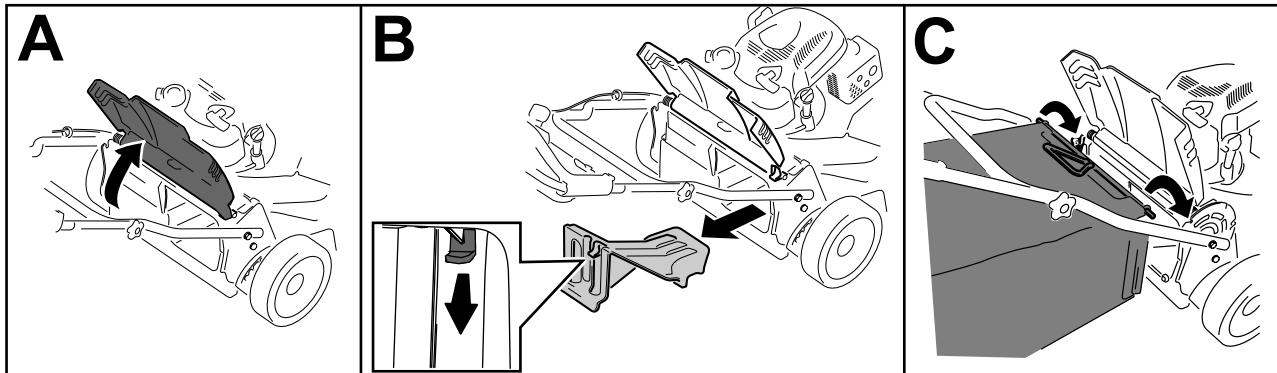

Figura 24
1. Sollevate il deflettore posteriore e tenetelo sollevato (A della Figura 24).
2. Rimuovete il coperchio di scarico posteriore abbassando il fermo con il pollice ed estraendo il coperchio dalla macchina (B della Figura 24).
3. Installate l'asta del cesto nelle tacche alla base della stegola e fate oscillare il cesto avanti e indietro per accertarvi che l'asta sia posizionata in fondo a entrambe le tacche; (riquadro C della Figura 24)